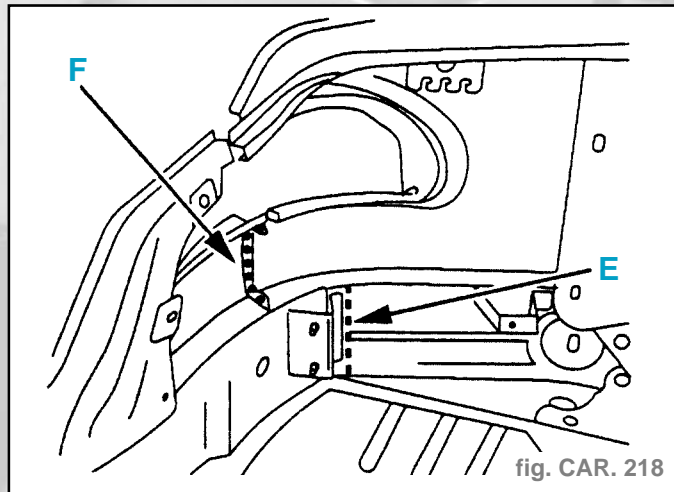

fig. CAR. 218
- Souder par cordon au MIG (suivant E) (fig. CAR. 218).